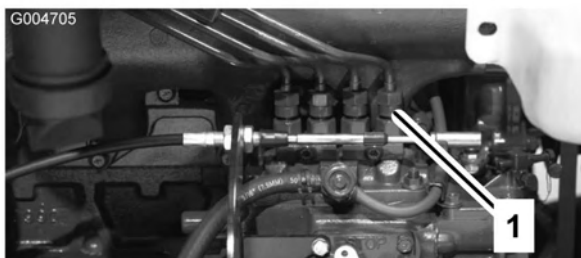

Figure 52
1. Desserrez le raccord entre l'injecteur N° 1 et le porte-injecteurs sur la pompe d'injection (Figure 52).